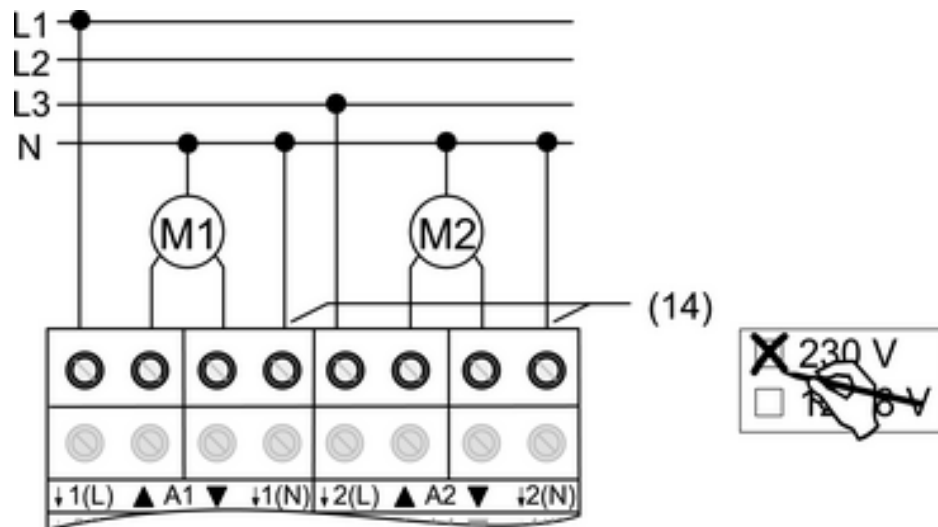

Bild 7
- Antrieb anschließen (Bild 7).
- An die N-Leiter-Klemmen (14) den N-Leiter des jeweiligen Antriebs anschließen (Bild 7). Auf FI-Verdrahtung achten.
- Verwendung **230 V** auf Etikett kennzeichnen (Bild 7).